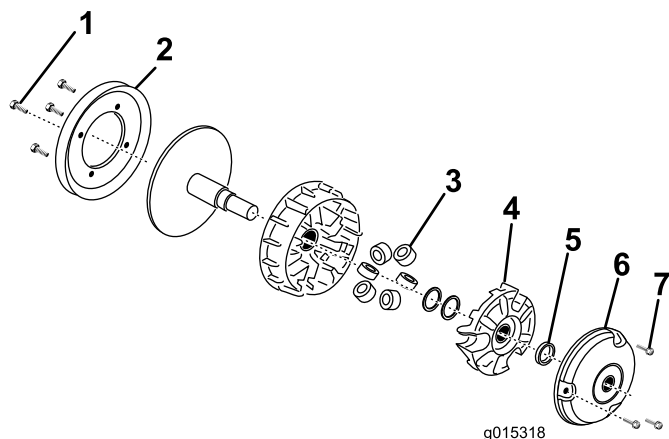

Figura 7
1. Localize a embraiagem por debaixo do sistema de exaustão no lado do condutor do compartimento do motor (Figura 7).
3. Retire os 4 parafusos que fixam a polia à parte traseira da embraiagem (Figura 7).
6. Retire os 3 parafusos que prendem a tampa (Figura 7).
7. Retire o calço limitador e guarde para quando voltar a montar (Figura 7).
8. Utilize a ferramenta de remoção da aranha (TOR6016A) para retirar a aranha, rodando-a no sentido contrário ao dos ponteiros do relógio (Figura 7).
9. Retire os 6 rolos e substitua-os com os novos rolos do kit (Figura 7).